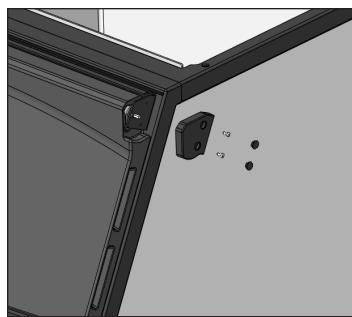

Fig. 1. Vista detallada de la tapa del extremo, los tornillos y las tapas de los tornillos de la ménsula de la puerta.
1. Retire las tapas de los extremos de la ménsula de la puerta. Consulte la fig. 1.